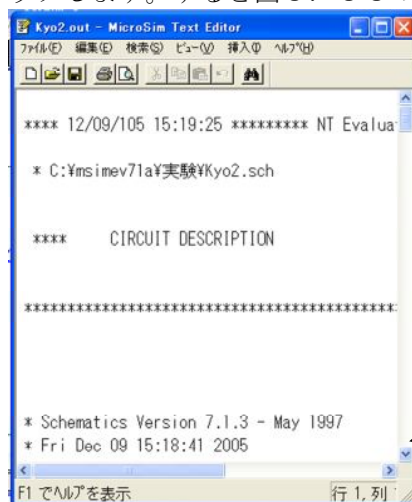

図3. 38
- (1) ネットリストを印刷するときに、回路の結線情報だけでなく解析情報も必要なので、ここではOUTファイルにある解析情報をネットリストに貼り付けます。まず、Schematicsの「解析(A)」の中の「出力検証(O)」をクリックします。すると図3. 38のようなファイルが表示されます。
カーソルを図3. 38の①の位置に移動させ、クリックすることによって、スクロールできます。図3. 39のようになるまでスクロールします。次に、図3. 39の②の位置から③の位置までドラッグし、その後、OUTファイルの「編集(E)」の中の「コピー(C)」をクリックします。